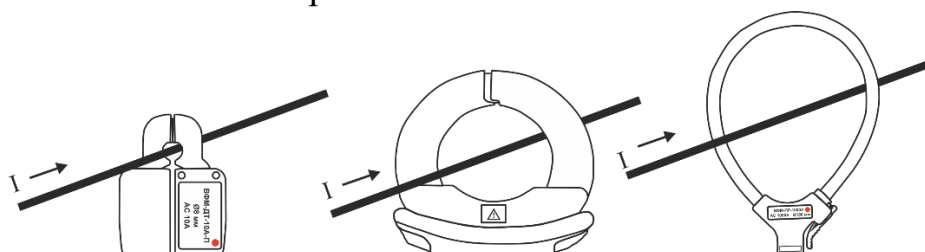

Рис. 7 – Правильный вариант расположения проводника при разных типах датчиков тока
5.9. Для достоверных показаний силы тока проводник необходимо располагать как показано на рис. 7.